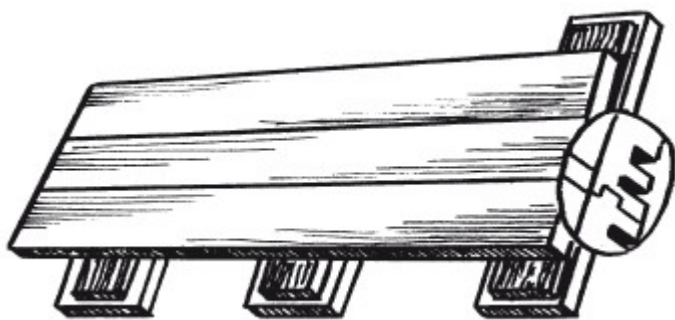

Рис. 26. Устройство паркетных полов по железобетонному перекрытию по лагам на звукоизоляционных прокладках
- по лагам на звукоизоляционных прокладках (рис. 26);